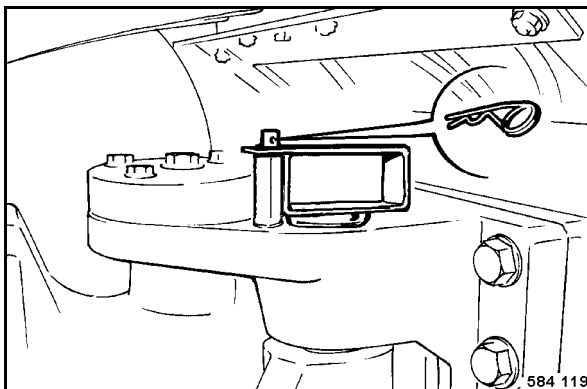

Fig. 116
- Enclencher la sécurité d'articulation puis l'assurer avec l'agrafe (Fig. 116).